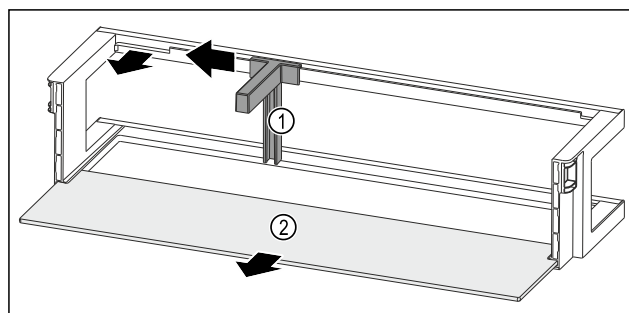

Fig. 242 Durvju plaukts ar pudeļu turētāju un plauktu
- Pabīdiet pudeļu turētāju Fig. 242 (1) līdz padziļinājumam uz sānu.
- Izņemiet pudeļu turētāju Fig. 242 (1).
- Izņemiet plauktu Fig. 242 (2).